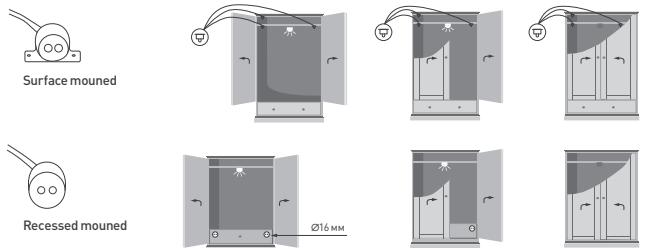

Рисунок 2. Установка ИК-датчика DOOR/HAND
- ↗ Датчик DOOR должен быть смонтирован т. о., чтобы дверь в закрытом положении находилась на расстоянии до 10 см от лицевой стороны датчика [рис. 2]. Свет будет включаться, когда любой из 3 датчиков будет открываться и выключаться при закрывании всех 3 датчиков. Для лучшего отражения ИК-сигнала от черных поверхностей наклейте на дверь небольшой отражающий элемент.